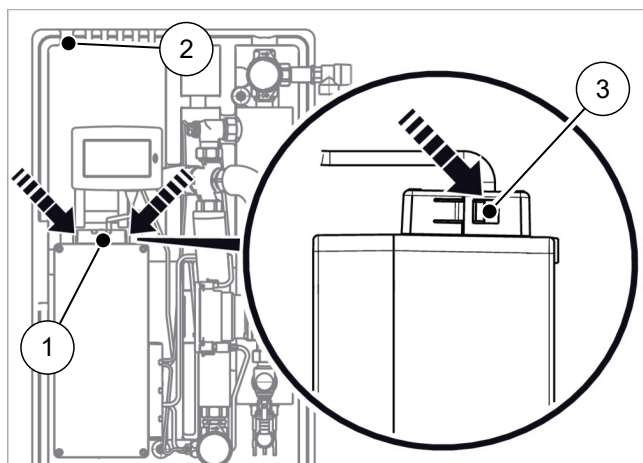

Abb. 8: Verriegelung der oberen Kabeldurchführung lösen - jeweils ein Drucktaster links und rechts
Zum Auflegen der Spannungsversorgung und der Modbusverbindung muss die an der Oberseite der Leistungseinheit verbaute Kabeldurchführung entriegelt werden (siehe → Abb. 8).
2. Die Kabeldurchführung oben an der Leistungseinheit mit den Tasten links und rechts entriegeln (siehe → Abb. 8, S. 13).